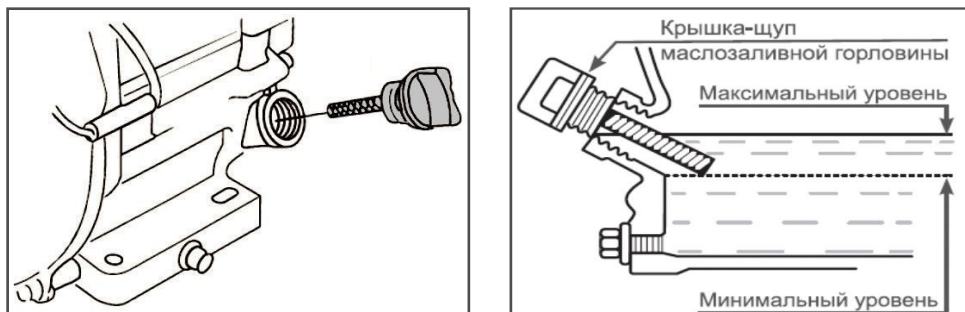

Рис. 11
ё Отверните крышку маслосливной горловины (Рис. 11) из картера двигателя, достаньте щуп.
ВНИМАНИЕ! Максимальный уровень масла в картере соответствует нижней кромке заливного отверстия (Рис. 11)
3. Залейте бензин в топливный бак при помощи специальной емкости или воронки до уровня, показанного на Рис. 11